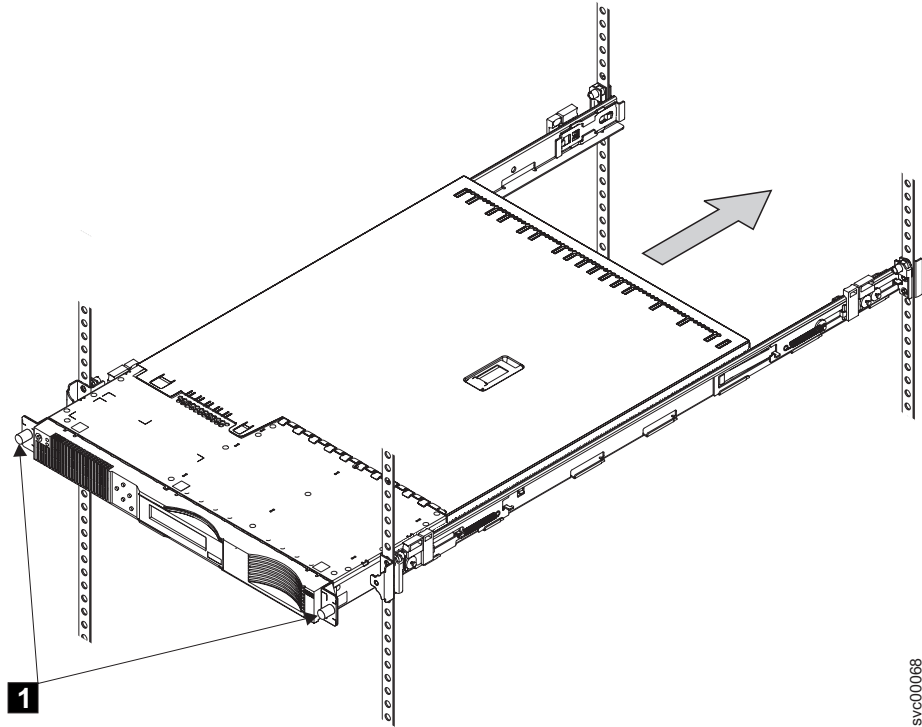

図 27. 前部ねじでの SAN ボリューム・コントローラー 2145-4F2 の取り付け
2. 2 本の前部ねじ (55 ページの図 27 の **1**) を留めます。
注: レール・アセンブリーの前面の外観は、55 ページの図 27 に示す前面とは異なります。